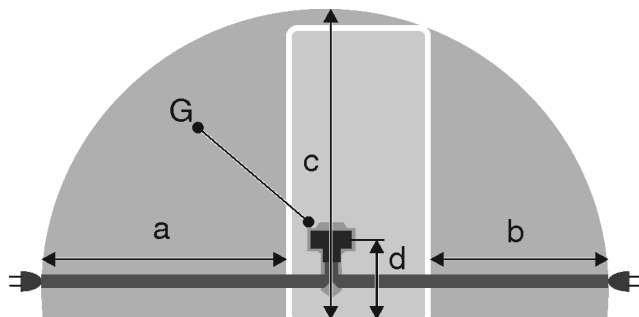

Fig. 22 Frigoriferi combinati/congelatori/apparecchiature BioFresh a piena capienza
- La presa non si trova dietro all'apparecchio bensì nelle aree a o b Fig. 22 (a, b, c).
- ▶ Inserire la spina Fig. 22 (G) sul retro dell'apparecchiatura. Accertarsi che si innesti correttamente.